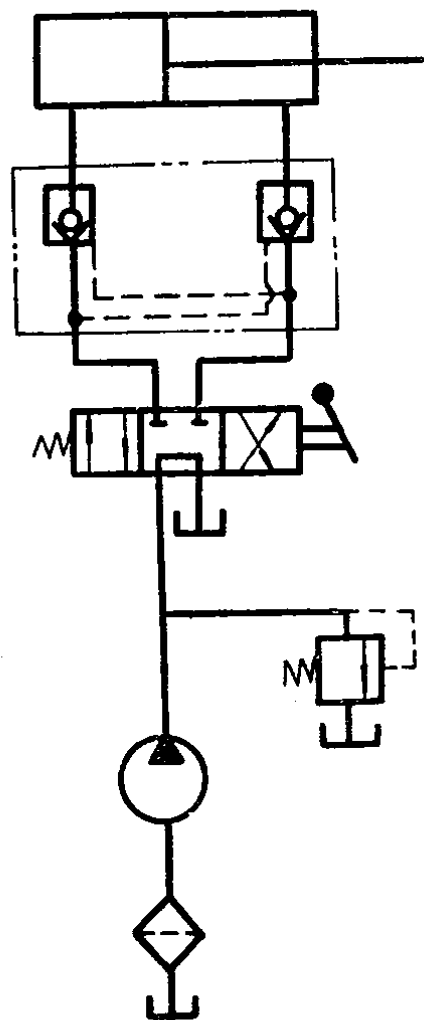

图 3 采煤机截煤滚筒调高液压系统(用职能符号表示)
2. 职能式表示法。若把第 2 问所介绍的液压系统用职能符号来表示, 则如图 3 所示。